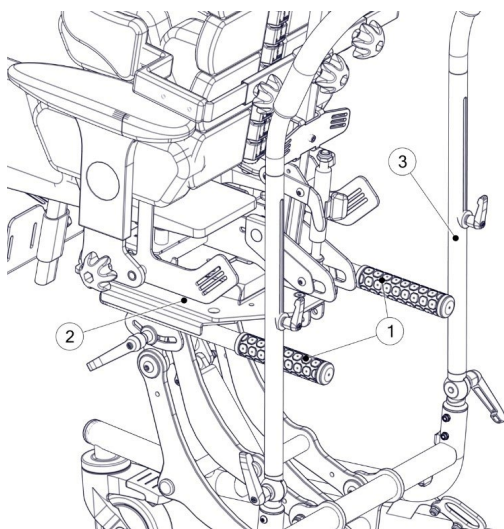

рис. 20
Нажимные рычаги системы сиденья (1) используются при демонтаже ручки (3). Они монтируются непосредственно на платформе, используемой для поднятия системы сидений (2), путем соединения элементов. (рис. 20)